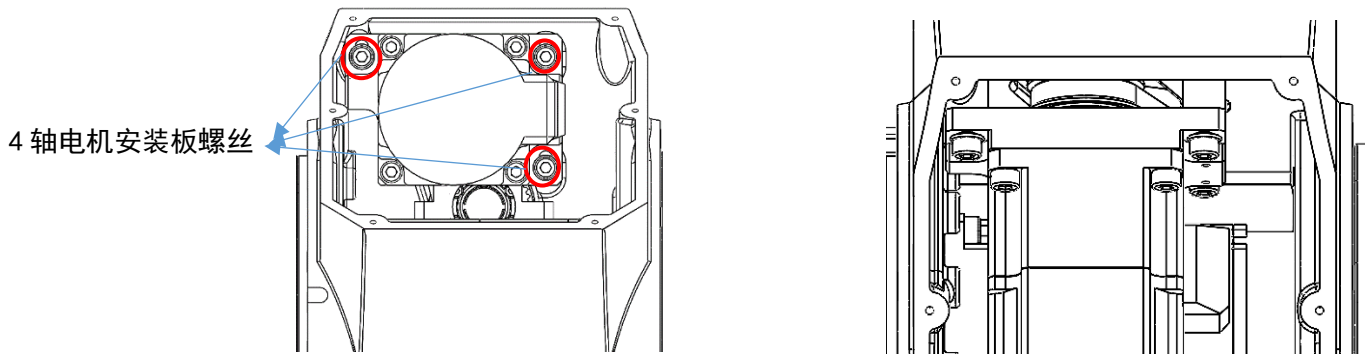

图 6.3 4 轴同步带电机安装板螺丝位置示意图
2. 拆卸 4 轴盖板和 4 轴电机安装板的螺丝（见图 6.3），取出同步带；